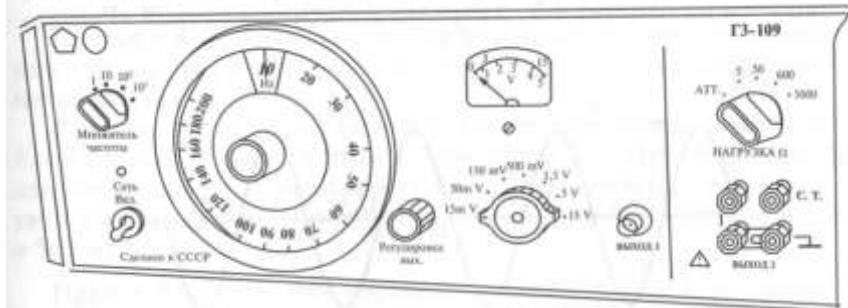

Рисунок 18 – Лицевая панель генератора Г3-109
1. Изучите примеры по формированию синусоидального и импульсного сигналов при помощи генератора Г3-109 (рис. 18).